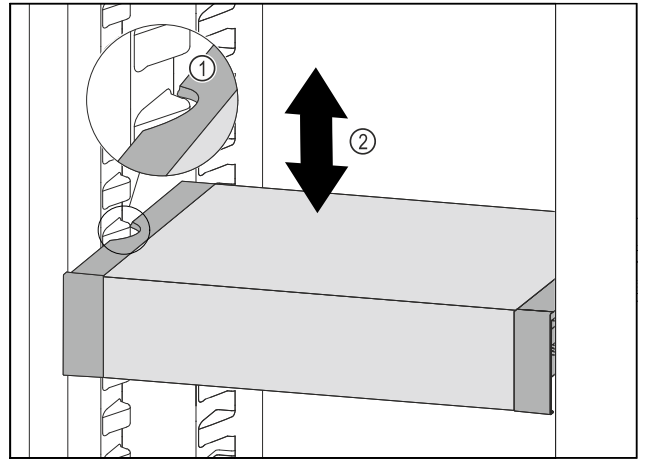

Fig. 204
- ▶ 向前移动 VarioSafe，直到 VarioSafe 两侧的凹槽与冷藏区中的容器肋梁持平。Fig. 204 (1)
- ▶ 在冷藏区中向上或向下移动 VarioSafe，直至所需高度。Fig. 204 (2)